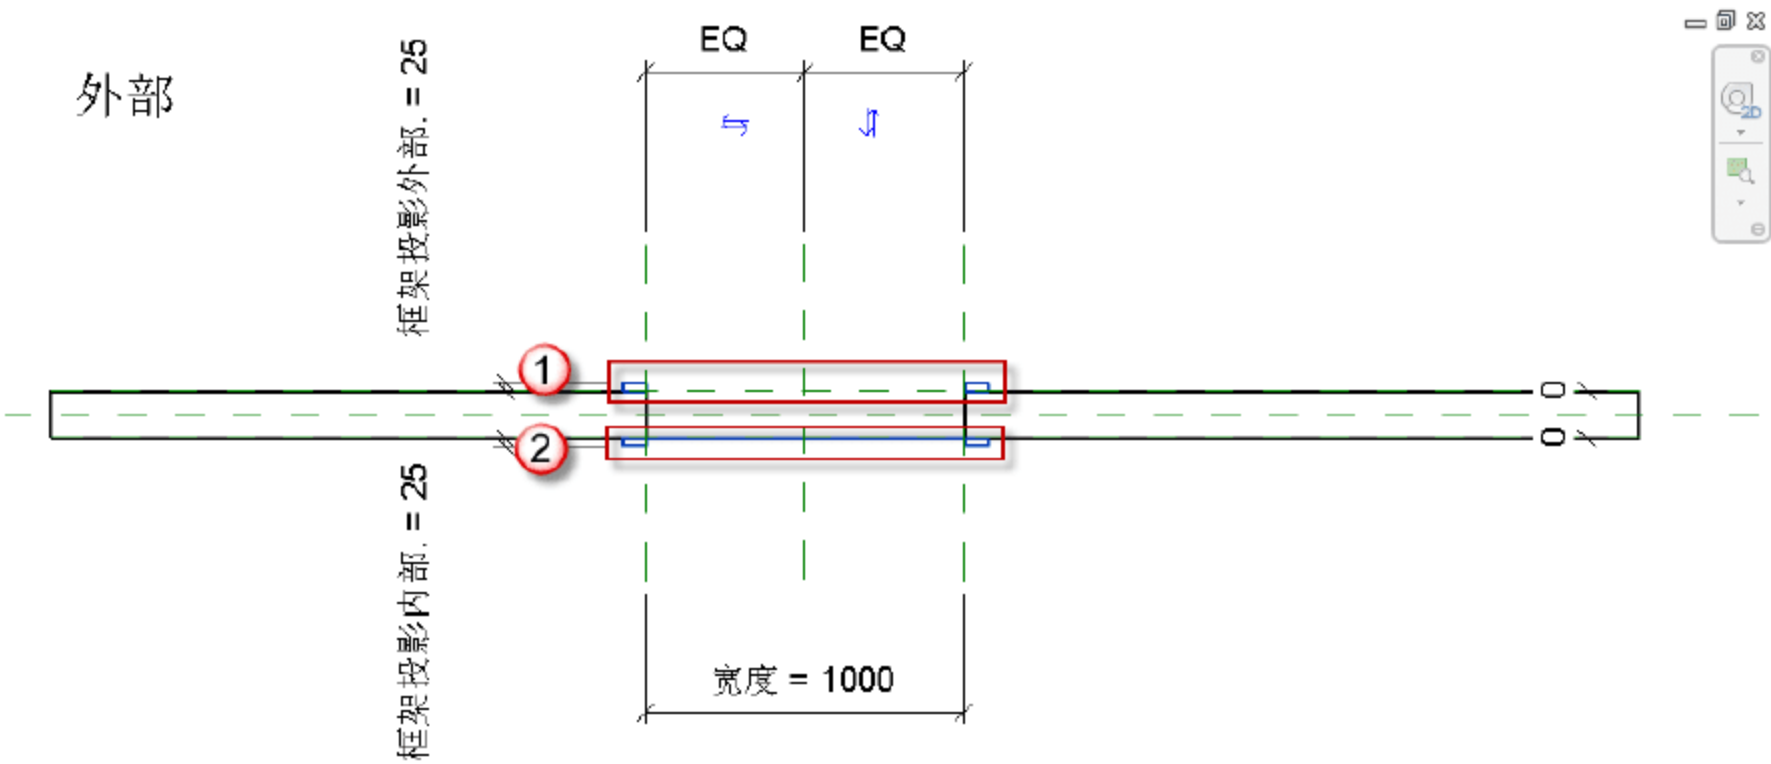
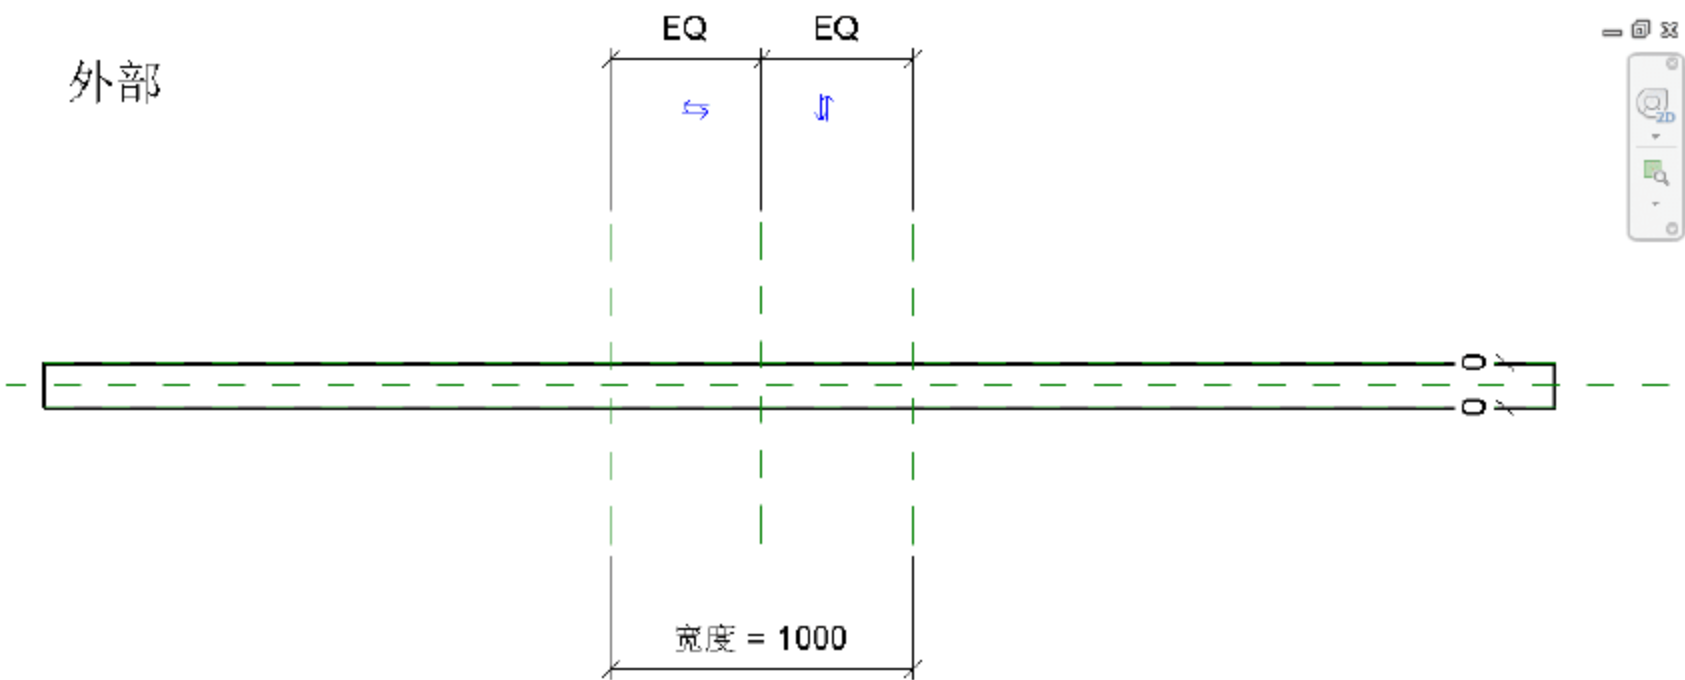

图 6.1.80 选定“框架/竖挺：拉伸”
图 6.1.81 删除“框架/竖挺：拉伸”
(2) 删除公制门框架。按 Ctrl 键，多选上“框架/竖挺：拉伸”，如图 6.1.80 所示，按 Delete 键将其删除。删除后如图 6.1.81 所示。